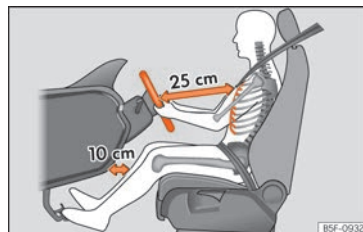

Fig. 3 La distance correcte entre le conducteur et le volant doit être de 25 cm minimum (10 pouces).
- Réglez le volant de sorte qu'il se trouve à une distance d'au moins 25 cm (10 pouces) du sternum »» fig. 3 et que vous puissiez le tenir à deux mains sur les côtés, à l'extérieur, les bras légèrement fléchis.
- Réglez le siège dans la longueur de manière à pouvoir actionner à fond les pédales avec les genoux légèrement fléchis et de manière à laisser une distance d'au moins 10 cm (4 pouces) entre les genoux et le combiné d'instruments »» fig. 3.